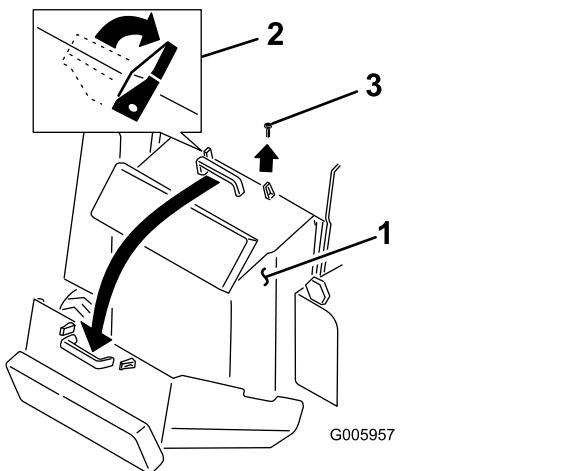

Bild 25
4. Fassen Sie den Griff an und ziehen Sie die Abdeckung nach oben und zurück, um sie zu öffnen (Bild 25).
2. Lösen Sie die zwei Blockierzangen oben auf der hinteren Abdeckplatte (Bild 25).
3. Entfernen Sie die Schraube, die sich neben der rechten Blockierzange befindet (Bild 25).